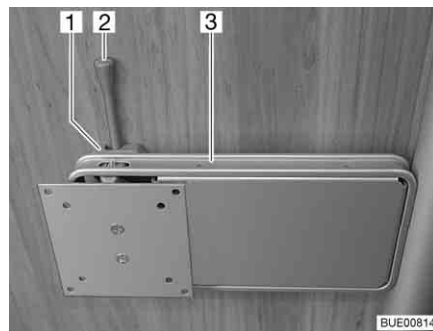

Fig. 84 Supporto su colonna
- Spingere di lato la leva di sbloccaggio (Fig. 84,2) e ruotare il supporto (Fig. 84,3) con lo schermo piatto nella posizione desiderata.
- Riportare indietro lo schermo piatto finché il supporto (Fig. 84,3) non si innesta nel bloccaggio (Fig. 84,1).